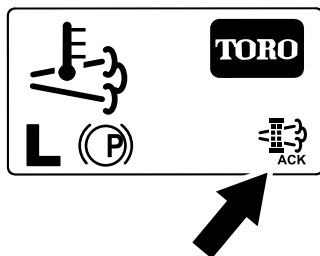

Figura 61
8. El InfoCenter muestra la página de inicio y el icono de reconocimiento de regeneración (Figura 61) aparece en la esquina inferior derecha de la pantalla mientras se procesa la regeneración.